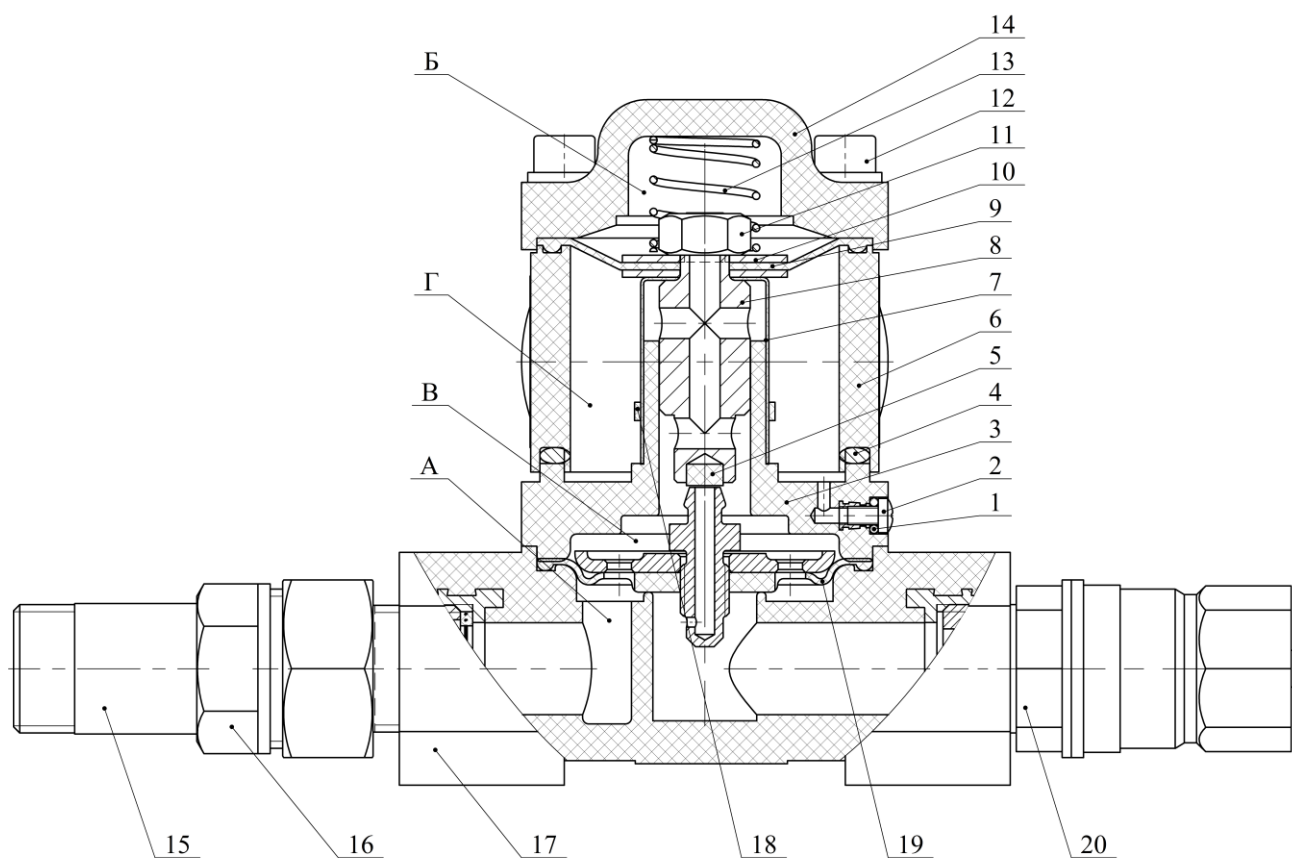

Рисунок 1 - Акселератор
6.1 Подсоединить акселератор к побудительной магистрали узла управления спринклерного воздушного через присоединительный патрубок 15 (рисунок 1).
8.6.2 Снять крышку акселератора 14 (рисунок 1), удалить возможные загрязнения;